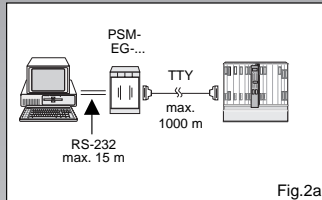

Fig. 2a
- **Interface adaptation** (Fig. 2a) between an RS-232 interface and a TTY interface.
- **Adaptation d'interfaces** (Fig. 2a) entre une interface RS-232 et une interface TTY.
- **Adaptación de interfaces** (fig. 2a) entre un interface RS-232 y un interface TTY.